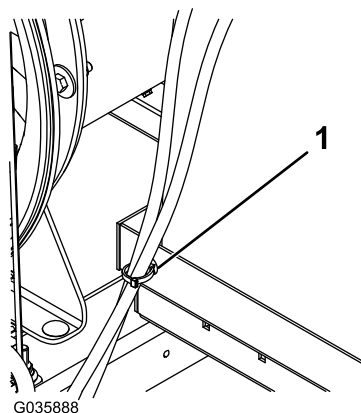

**Figura 9**
11. Conecte la manguera de ventilación al cartucho de carbón con la abrazadera que se retiró anteriormente (Figura 9).